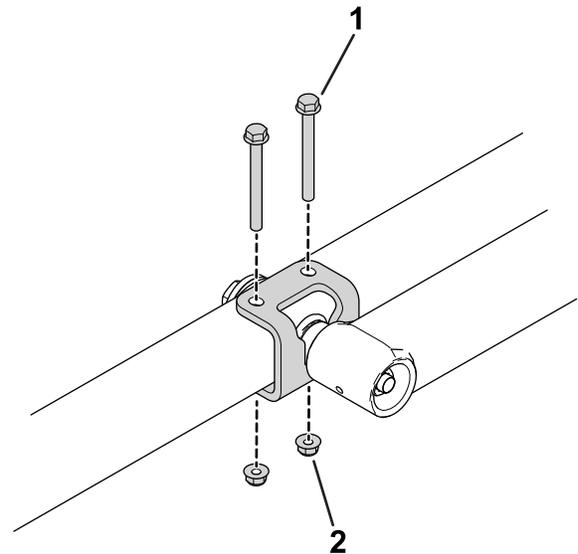

图 6
5. 使用六角头凸缘螺栓和凸缘螺母将刀盘槽固定至刀盘管图 6。